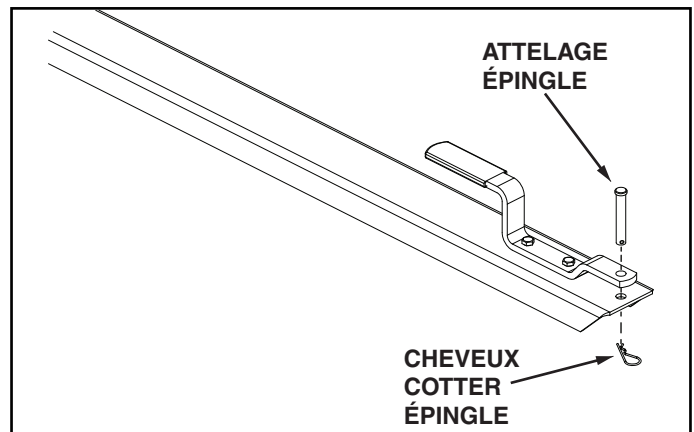

FIGURE 6
9. Fixez la goupille d'attelage au support d'attelage et à la languette à l'aide de la goupille fendue. Voir la figure 6.